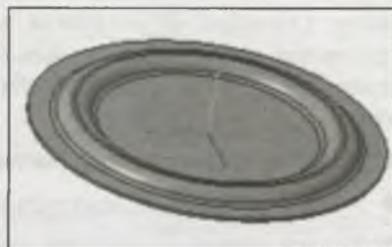

Рис. 29.46. Буртик на листовой детали
- ◆ нажмите кнопку **Создать объект** — буртик на листовой детали создан. У вас должно получиться как на рис. 29.46. В **Дереве** модели появится новый элемент **Буртик** с соответствующей пиктограммой.